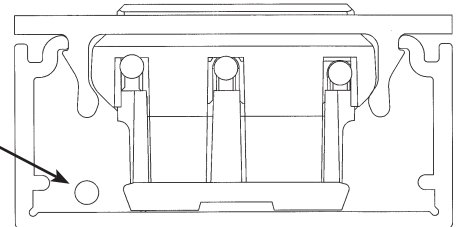

Fig. 8
6. Connect feed wires to Aluminum PLUGTRAK® harness (C) using approved methods. Connect black to black, white to white, green or bare conductor to green, (red to red on 4-conductor multiwired Aluminum PLUGTRAK®. (See Fig. 2 and 7). Continue for all Aluminum PLUGTRAK® harnesses; cap off wires at end; see general information notes and Fig. 8.
6. Raccorder les câbles d'alimentation au faisceau de câble (C) du PLUGTRAK^{MD} en aluminium en employant une méthode approuvée. Connecter «noir à noir, blanc à blanc, vert ou fil dénudé à vert, (rouge à rouge pour les PLUGTRAK^{MD} en aluminium câblés à 4 conducteurs». (Consulter les Fig. 2 et 7.) Continuer ainsi pour tous les faisceaux de câbles des PLUGTRAK^{MD} en aluminium; isoler l'extrémité des conducteurs. Consulter les énoncés des Renseignements généraux et la Fig. 8.
6. Conectar los cables de alimentación con el haz de cableado (C) de la PLUGTRAK^{MR} en aluminio, empleando métodos aprobados. Conectar "negro con negro, blanco con blanco, verde o conductor desnudo con verde, (rojo con rojo en la PLUGTRAK^{MR} en aluminio multifilar de 4 conductores). (Ver las Fig. 2 y 7.) Continuar con todos los haces de cableado de la PLUGTRAK^{MR} en aluminio; aislar los cables en los extremos. Ver las notas de la Información general y la Fig. 8.